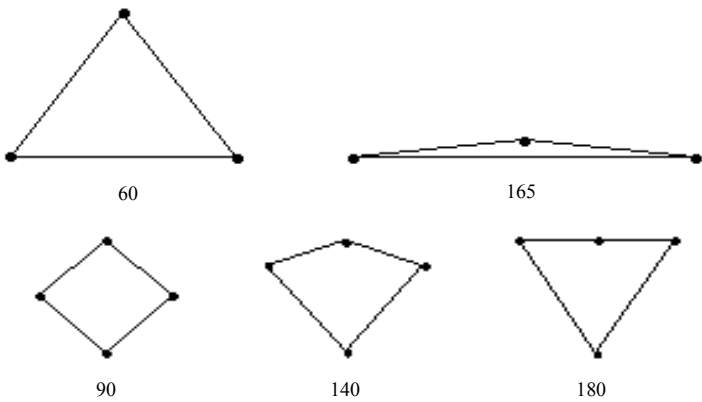
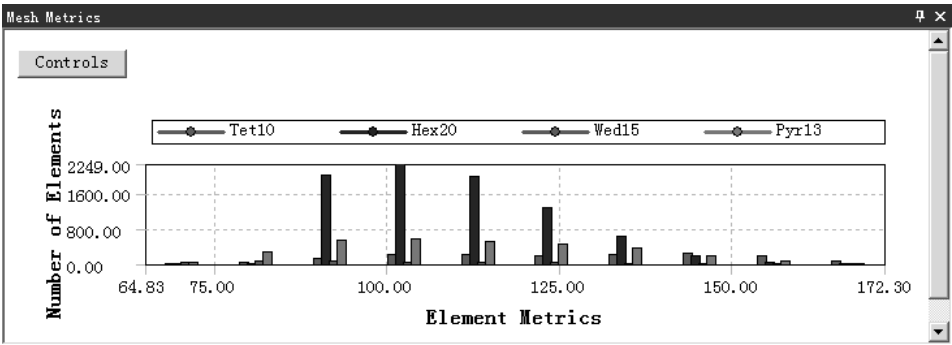

图 5.4.20 Maximum Corner Angle 二维单元变化图形
图 5.4.21 检查结果统计图表（六）
- ◆ 最大转弯角 (Maximum Corner Angle)。计算最大角度，相对于三角形而言， 60° 最好且为等边三角形；对于四边形而言， 90° 最好且为矩形，如图 5.4.20 所示。选择此选项后，在信息栏中打开图 5.4.21 所示的检查结果统计图表 (六)。